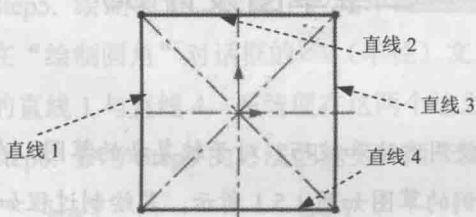
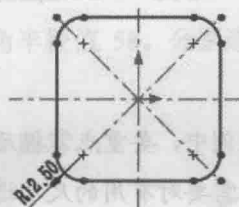

图 1.4.3 绘制的矩形
图 1.4.4 绘制的圆角
(2) 绘制矩形。选择下拉菜单 **工具(T)** → **草图绘制实体(E)** → **中心矩形** 命令。在图形区中绘制图 1.4.3 所示的直线。
(3) 绘制圆角。选择下拉菜单 **工具(T)** → **草图工具(I)** → **圆角(F)...** 命令, 在“绘制圆角”对话框的 **半径** 文本框中输入圆角半径值 12.5。分别选取图 1.4.3 所示的直线 1 与直线 2, 系统便在这两个边之间创建圆角, 同理添加其他圆角, 完成后如图 1.4.4 所示。